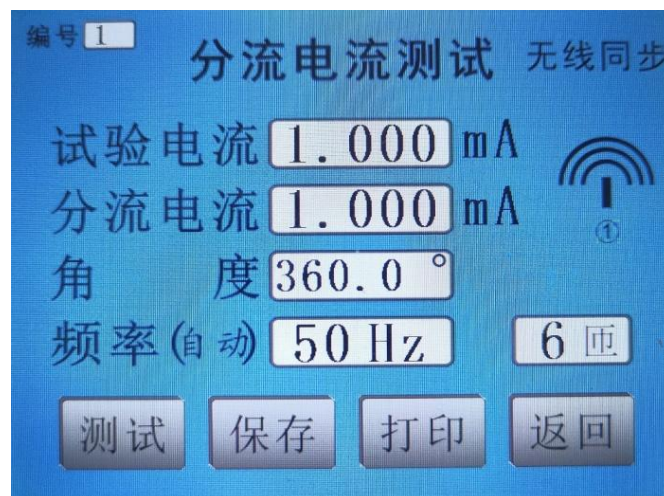
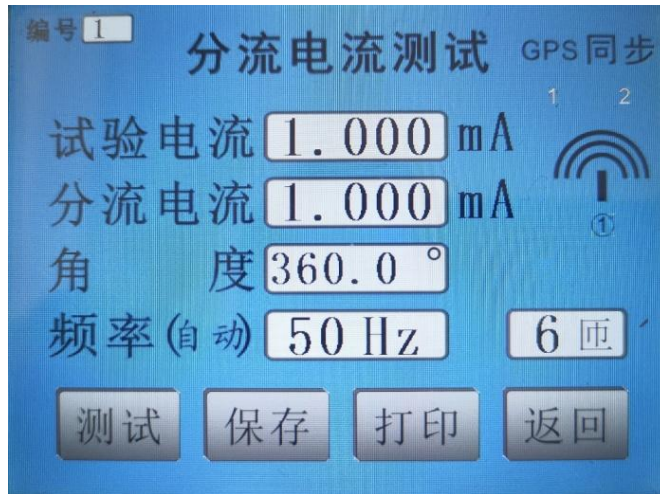

图 4
图 5
点击进入分流测试界面后显示以下界面，其中图 4 和图 5 分别显示无线同步、GPS 同步状态，其界面右上角会显示当前同步模式。
2) 在无线同步的模式下，如图 4， 变为  无线同步信号已收到。同时满足 1) 条件即可以开始测试。
3) 在 GPS+北斗同步的模式下，如图 5， 变为  表示两处 GPS+北斗的信号都已收到。图标  下显示“1”代表电流采集无线通讯仪处的 GPS+北斗同步信号已正常；图标下显示“2”代表本机 CT5202B 分流向量测试仪处的 GPS+北斗同步信号已正常。同时满足 1) 条件即可以开始测试。